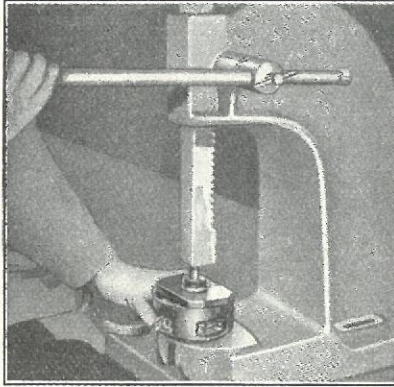

Fig. 493
- 964** Indsæt en ny Akselbøsning i Børsteholderhuset. Naar en ny Akselbøsning presses i, er det absolut nødvendigt at den presses lige i. En Styreplade anvendes sikrest til dette Formaal (Fig. 493).